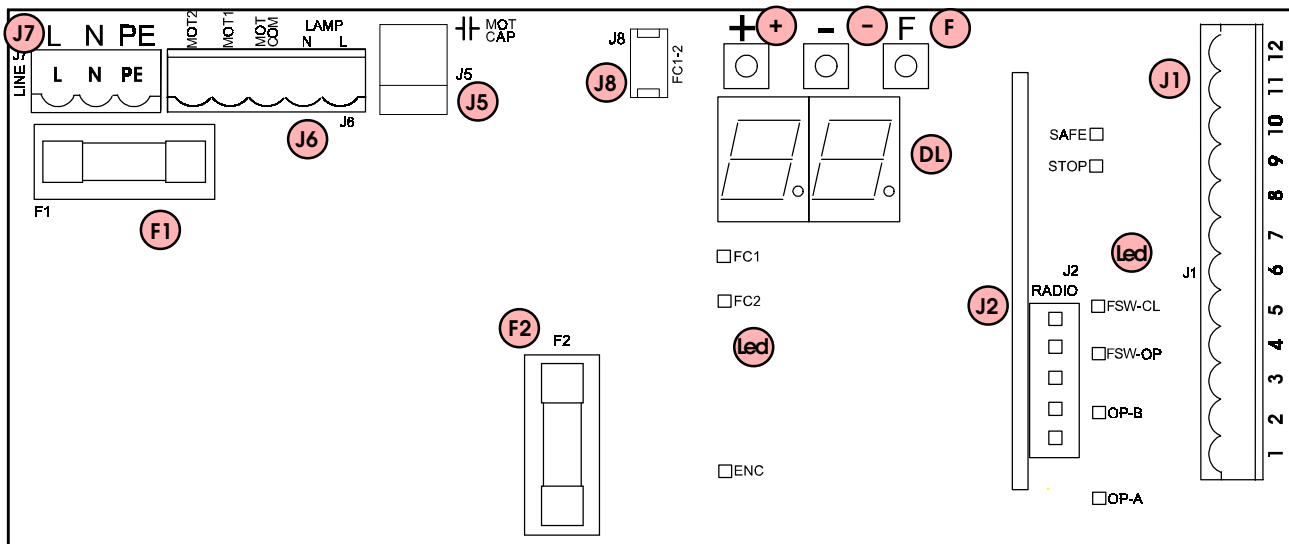

Fig. 22
- Conecte el cable de tierra al correspondiente borne situado en el conector J7 de la tarjeta y al casquillo sobre el operador (fig. 22 y 39).
| Fusibles de protección | Nº 2 (véase fig. 22 y pár. 5.3) |